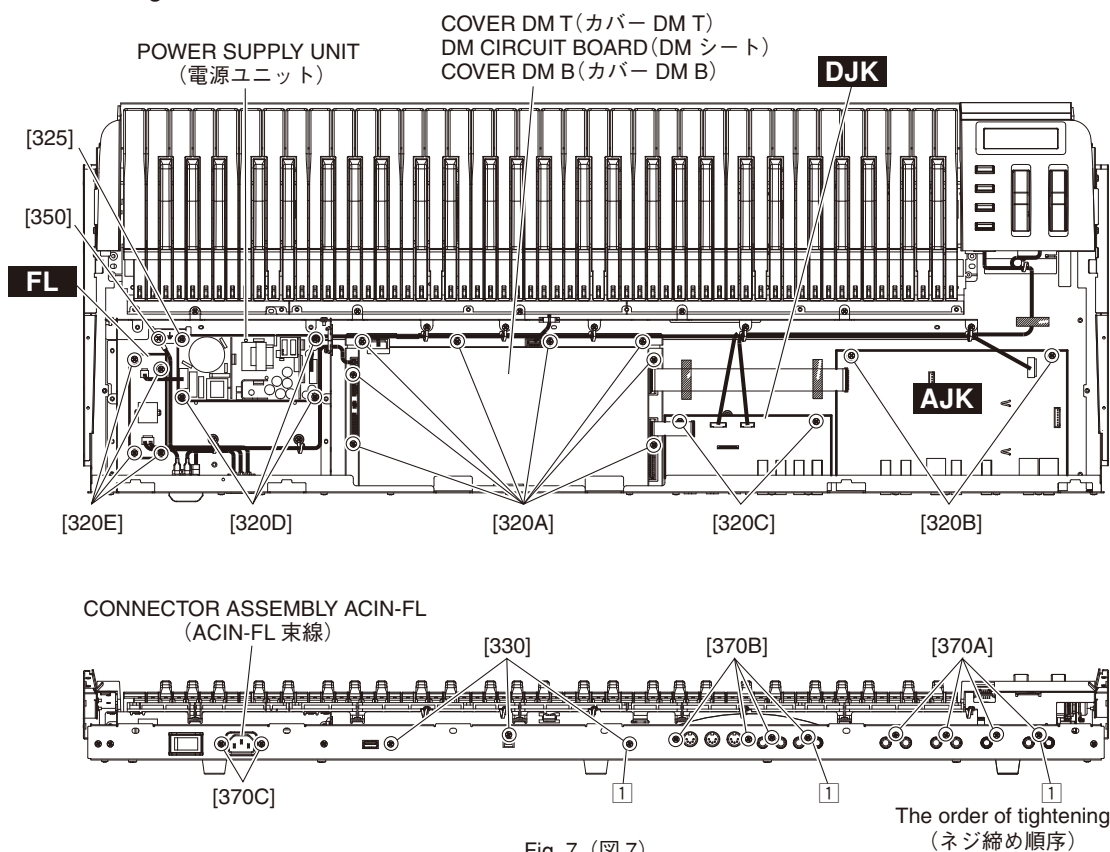

Fig. 7 (図 7)
- 4-3. Remove the eight (8) screws marked [320A] and the three (3) screws marked [330]. The cover DM T, DM circuit board and cover DM B can then be removed. (Fig. 7)
\* **When installing the DM circuit board, tighten the screw ① shown in the figure 7 and then tighten the other screws marked [330].**
- 4-3. [320A] のネジ 8 本と [330] のネジ 3 本を外して、カバー DM T、DM シート、カバー DM B を外します。(図 7)
※ DM シートを取り付ける際は、図 7 に示す ① のネジを締めしてから他の [330] のネジを締め、その後 [320A] のネジを締めてください。
- 5-3. Remove the four (4) screws marked [370A] and the two (2) screws marked [320B]. The AJK circuit board can then be removed. (Fig. 7)
\* **When installing the AJK circuit board, tighten the screw ① shown in the figure 7 and then tighten the other screws marked [370A].**
- 5-3. [370A] のネジ 4 本と [320B] のネジ 2 本を外して、AJK シートを外します。(図 7)
※ AJK シートを取り付ける際は、図 7 に示す ① のネジを締めしてから他の [370A] のネジを締め、その後 [320B] のネジを締めてください。
- 6-3. Remove the four (4) screws marked [370B] and the two (2) screws marked [320C]. The DJK circuit board can then be removed. (Fig. 7)
\* **When installing the DJK circuit board, tighten the screw ① shown in the figure 7 and then tighten the other screws marked [370B].**
- 7-4. Remove the three (3) screws marked [320D] and the screw marked [325]. The power supply unit can then be removed. (Fig. 7)
- 8-4. Remove the four (4) screws marked [320E]. The FL circuit board can then be removed. (Fig. 7)
- 6-3. [370B] のネジ 4 本と [320C] のネジ 2 本を外して、DJK シートを外します。(図 7)
※ DJK シートを取り付ける際は、図 7 に示す ① のネジを締め、その後 [370B] のネジを締め、その後 [320C] のネジを締めてください。
- 7-4. [320D] のネジ 3 本と [325] のネジ 1 本を外して、電源ユニットを外します。(図 7)
- 8-4. [320E] のネジ 4 本を外して、FL シートを外します。(図 7)
- 9-4. Remove the two (2) screws marked [370C] and the screw marked [350]. The connector assembly ACIN-FL can then be removed. (Fig. 7)
- 9-4. [370C] のネジ 2 本と [350] のネジ 1 本を外して、ACIN-FL 束線を外します。(図 7)